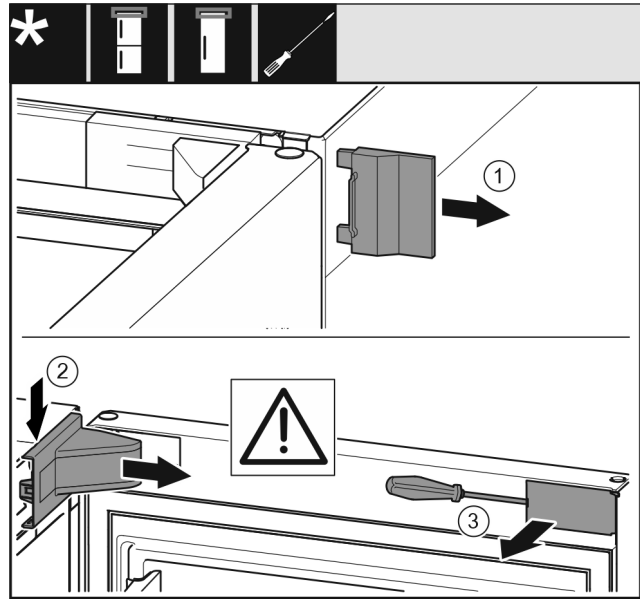

Fig. 14
- ▶ Ta bort yttre skydd. Fig. 14 (1)
- ▶ Lossa lagerbockskyddet. Ta bort lagerbockskyddet. Fig. 14 (2)
- ▶ Lossa panelen med spårskruvmejsel och sväng den åt sidan. Fig. 14 (3)